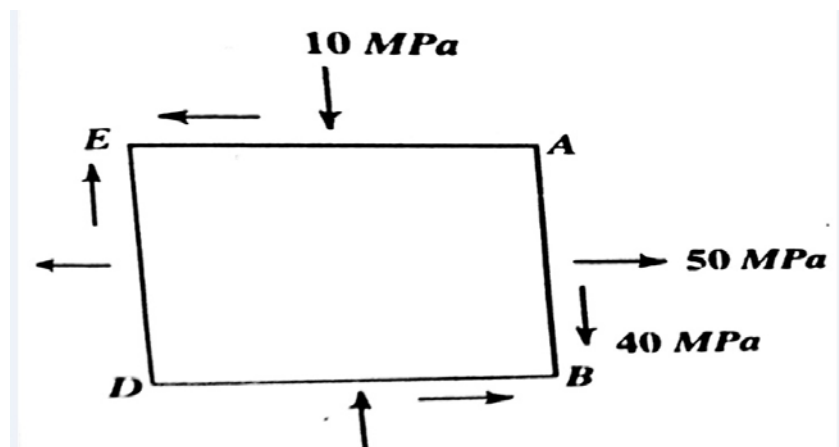

FIG 3.
- (c) For a stress system as shown in fig.3, find: (a) Principal Stress (b) Principal Planes (c) Max/Min shear stress (d) Their planes and (e) Normal stress on planes of Max/Min shear stress. (Use Graphical Method) **07**
- (ક) આકૃતિ (૩) માં બતાવેલી સ્ટ્રેસીસ સીસ્ટમ માટે (અ) પ્રિન્સિપલ સ્ટ્રેસ (બ) પ્રિન્સિપલ પ્લેન (ક) મહત્તમ/ન્યુનતમ શીયર સ્ટ્રેસ (ડ) તેના પ્લેન તથા (ઇ) મહત્તમ/ન્યુનતમ શીયર સ્ટ્રેસ માટેનાં પ્લેન પર નોર્મલ સ્ટ્રેસ શોધો. (Use Graphical Method) **07**